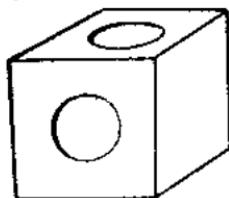

图 1
2. 再制两只镜盒。盒的每面是 60×60 [毫米]² 的小木板，其中一盒的两面在钉(粘或榫)合前要先在正中央用钢丝锯锯出直径为 30[毫米]的圆孔(图 1)；另一只镜盒在同样两面，在钉合前，先各锯出直径为 30 毫米和 33 毫米的圆孔。